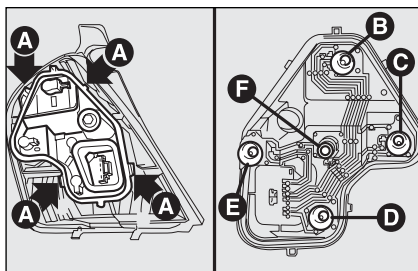

fig. 31
- ☐ presione hacia el exterior las aletas **A**-fig. 31 de bloqueo del portalámparas y sáquelo de su alojamiento;